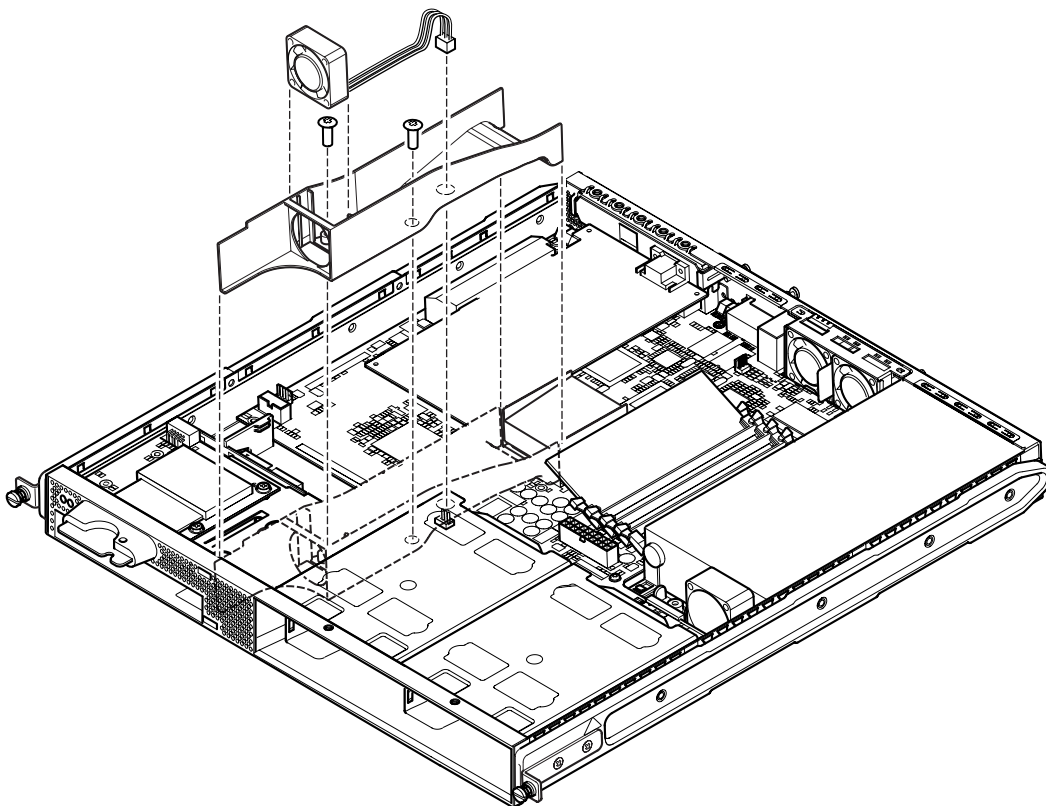

РИС. 11-8 Установка вентилятора 3
10. Установите узел вентилятора 3: привинтите воздуховод к корпусу сервера и подключите кабель питания вентилятора к разъему на системной плате (см. РИС. 11-8).